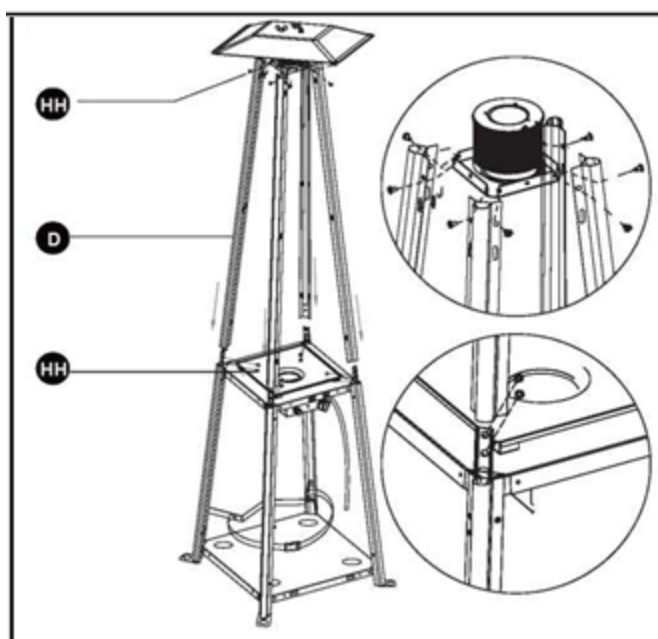

Рис. 9. Сборка верхней, нижней опоры и установка дожигателя.
5. Вставьте верхнюю опору (D) в нижнюю (L), закрепите их при помощи 8-и винтов 3/16". Прикрепите дожигатель в сборе (В) к верхней опоре (D) с помощью 8-и винтов 3/16" (HH), как показано на Рис.9.